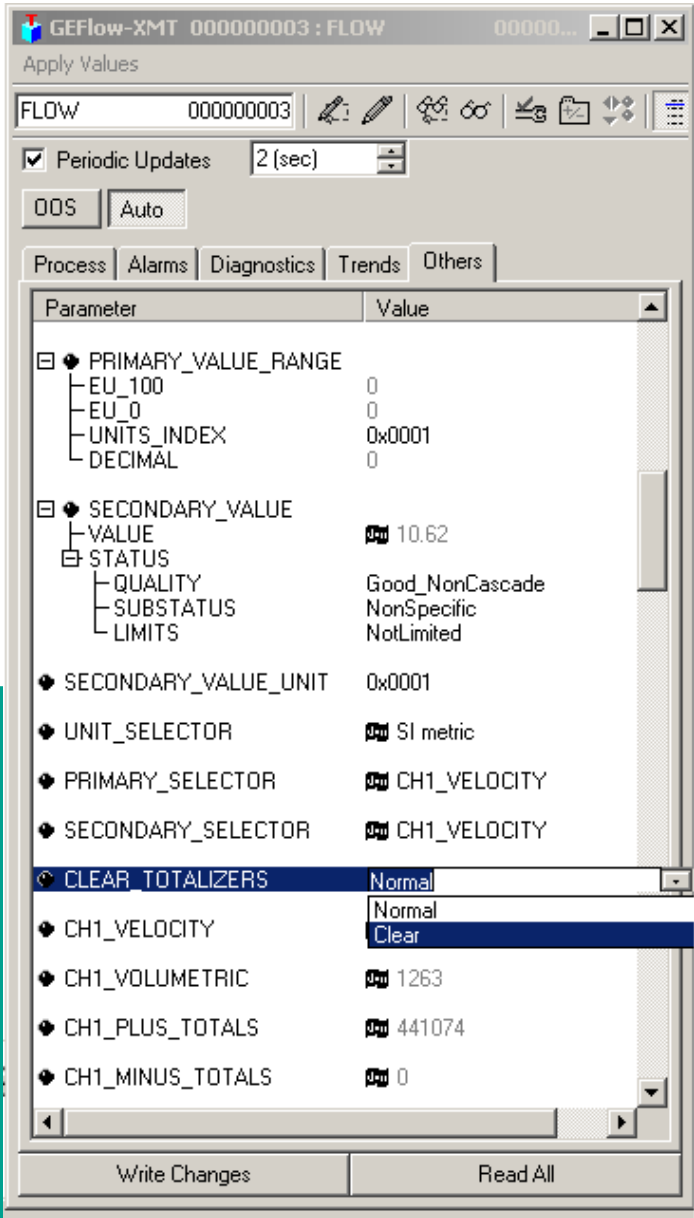

Рисунок 43: Выпадающий список очистки сумматоров
3. В выпадающем списке выберите **clear** (очистить) (см. рис. 43).